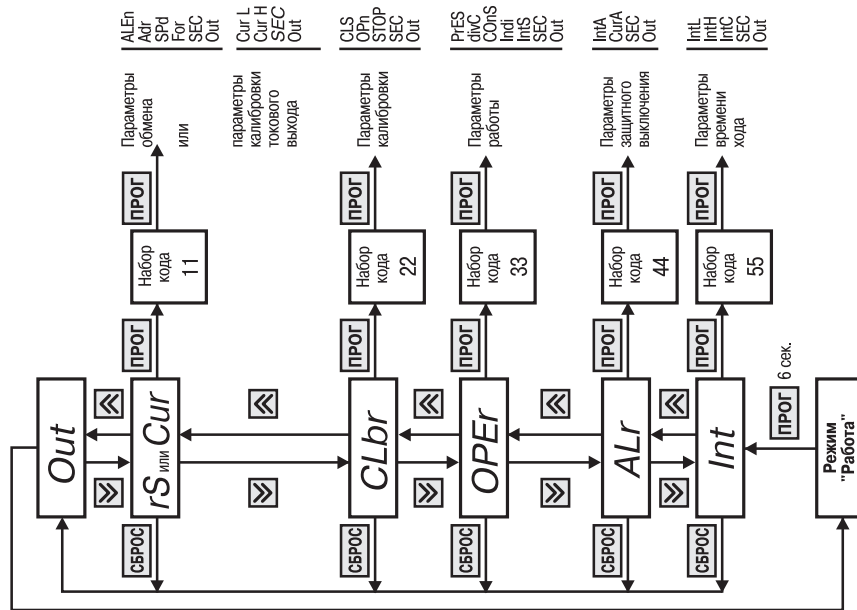

Рис. 15
6.2.2.2. Для входа в режим ПРОГРАММИРОВАНИЕ следует нажать и удерживать кнопку . На цифровом индикаторе появится название первой группы параметров «**LnE**» (рис. 15).